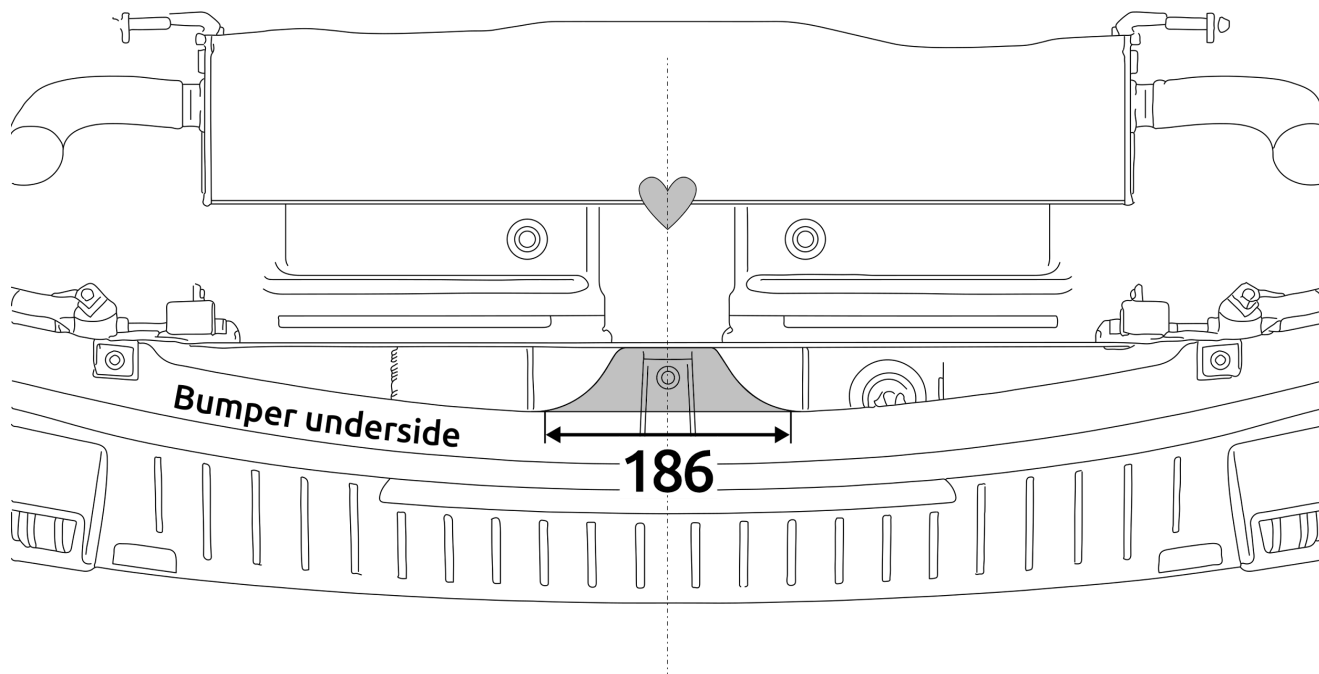

Fig. 2
9. (Jaesco 7 petrol) Выпилить часть из бампера в середине снизу, как указано на рис. 2.